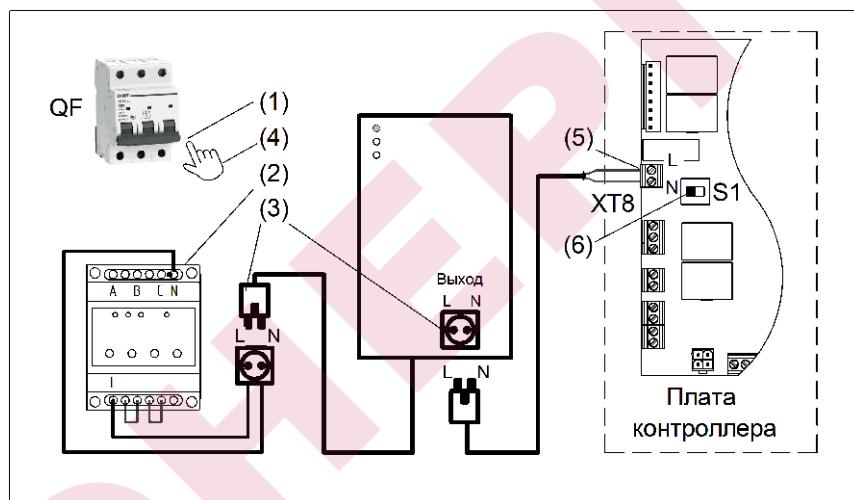

Рисунок 29. Схема подключения переключателя фаз
- Порядок подключения переключателя фаз (ПЭФ-301) (см. рис.29).
- (1) Отключить автоматический выключатель QF.